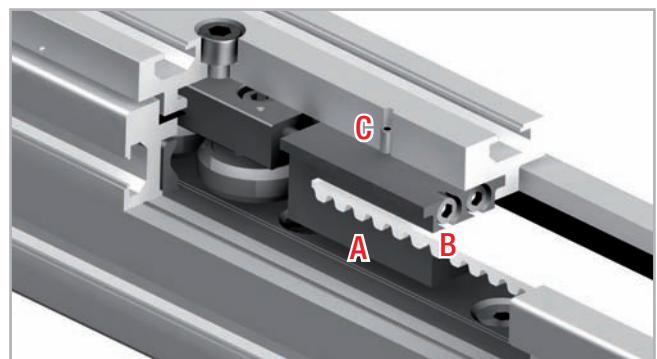

Abb. 21
1. Lösen Sie die Sicherungsschrauben C (oben auf der Läuferplatte) von der Riemenspannvorrichtung A (s. Abb. 21).